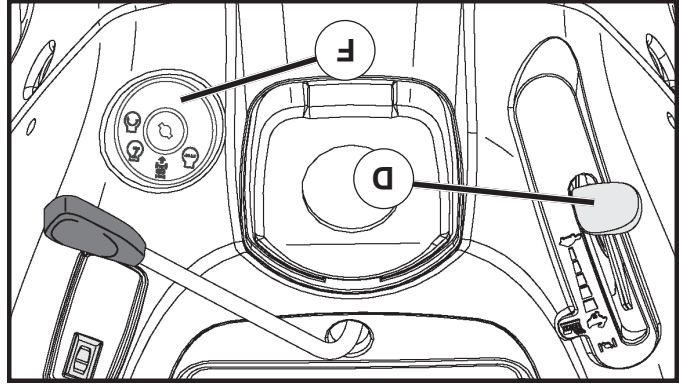

Fig. 7
- Déplacez le levier de commande de déplacement (J) à la position mort.
POUR UTILISER LA COMMANDE DES GAZ (D) (voir la fig. 7)